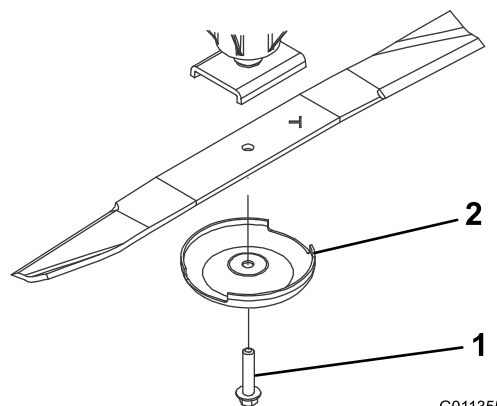

Figura 74
3. Scoateți urubul lamei, cupa anti-scalp și lama de pe arborele axului (Figura 74).